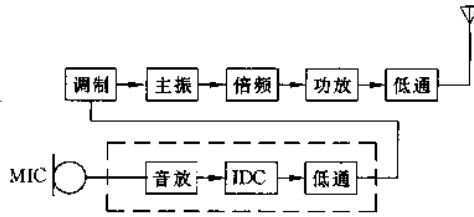
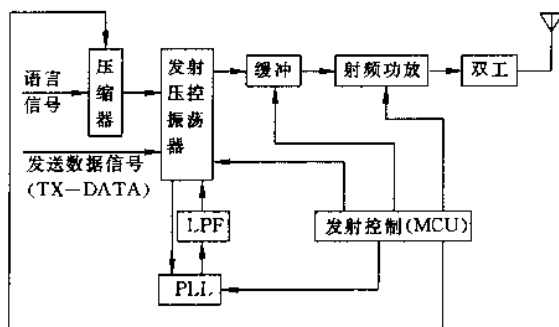

图 2-11
图 2-12
(1)无绳电话机的发射回路构成框图如图 2-11 所示,各部分的作用如下所述。
①调制器的作用是:用频率为 300~3000Hz 的语音调制信号,对主振信号进行频率调制,以便把语音信号“寄载”在高频载波上。
②主振器的作用是:产生载波信号。
③倍频器的作用是:将主振器的频率提高为所需要的发射频率,同时达到所需要的频偏。
④功率放大器的作用是:对倍频器输出的高频信号进行功率放大,使发射电路输出额定的信号功率。
⑤语音放大器的作用是:对语音调制信号进行预处理,它包括语音放大电路、瞬时频偏控制电路(IDC)和低通滤波电路三部分。
⑥输出低通滤波器的作用是:抑制发射电路输出信号中的谐波分量,以减少对其它频道工作的无线接收机的干扰。
(2)多频道自动选址的无绳电话机发射回路构成如图 2-12 所示。图中 LPF 为低通滤波器,PLL 为频率合成锁相环电路。